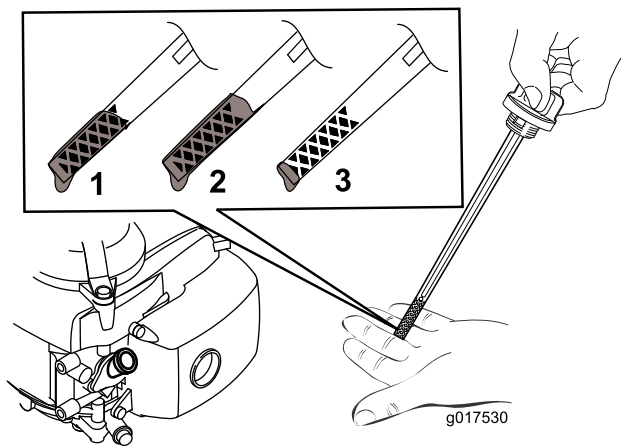

Figura 5
2. Togliete l'asta di livello (Figura 5).
Nota: Riempite la coppa dell'olio motore fino a quando l'asta di livello non indica che il livello dell'olio è corretto, come illustrato nella Figura 5. Se riempite eccessivamente il motore, estraete l'olio in eccesso come indicato in Cambio dell'olio motore.